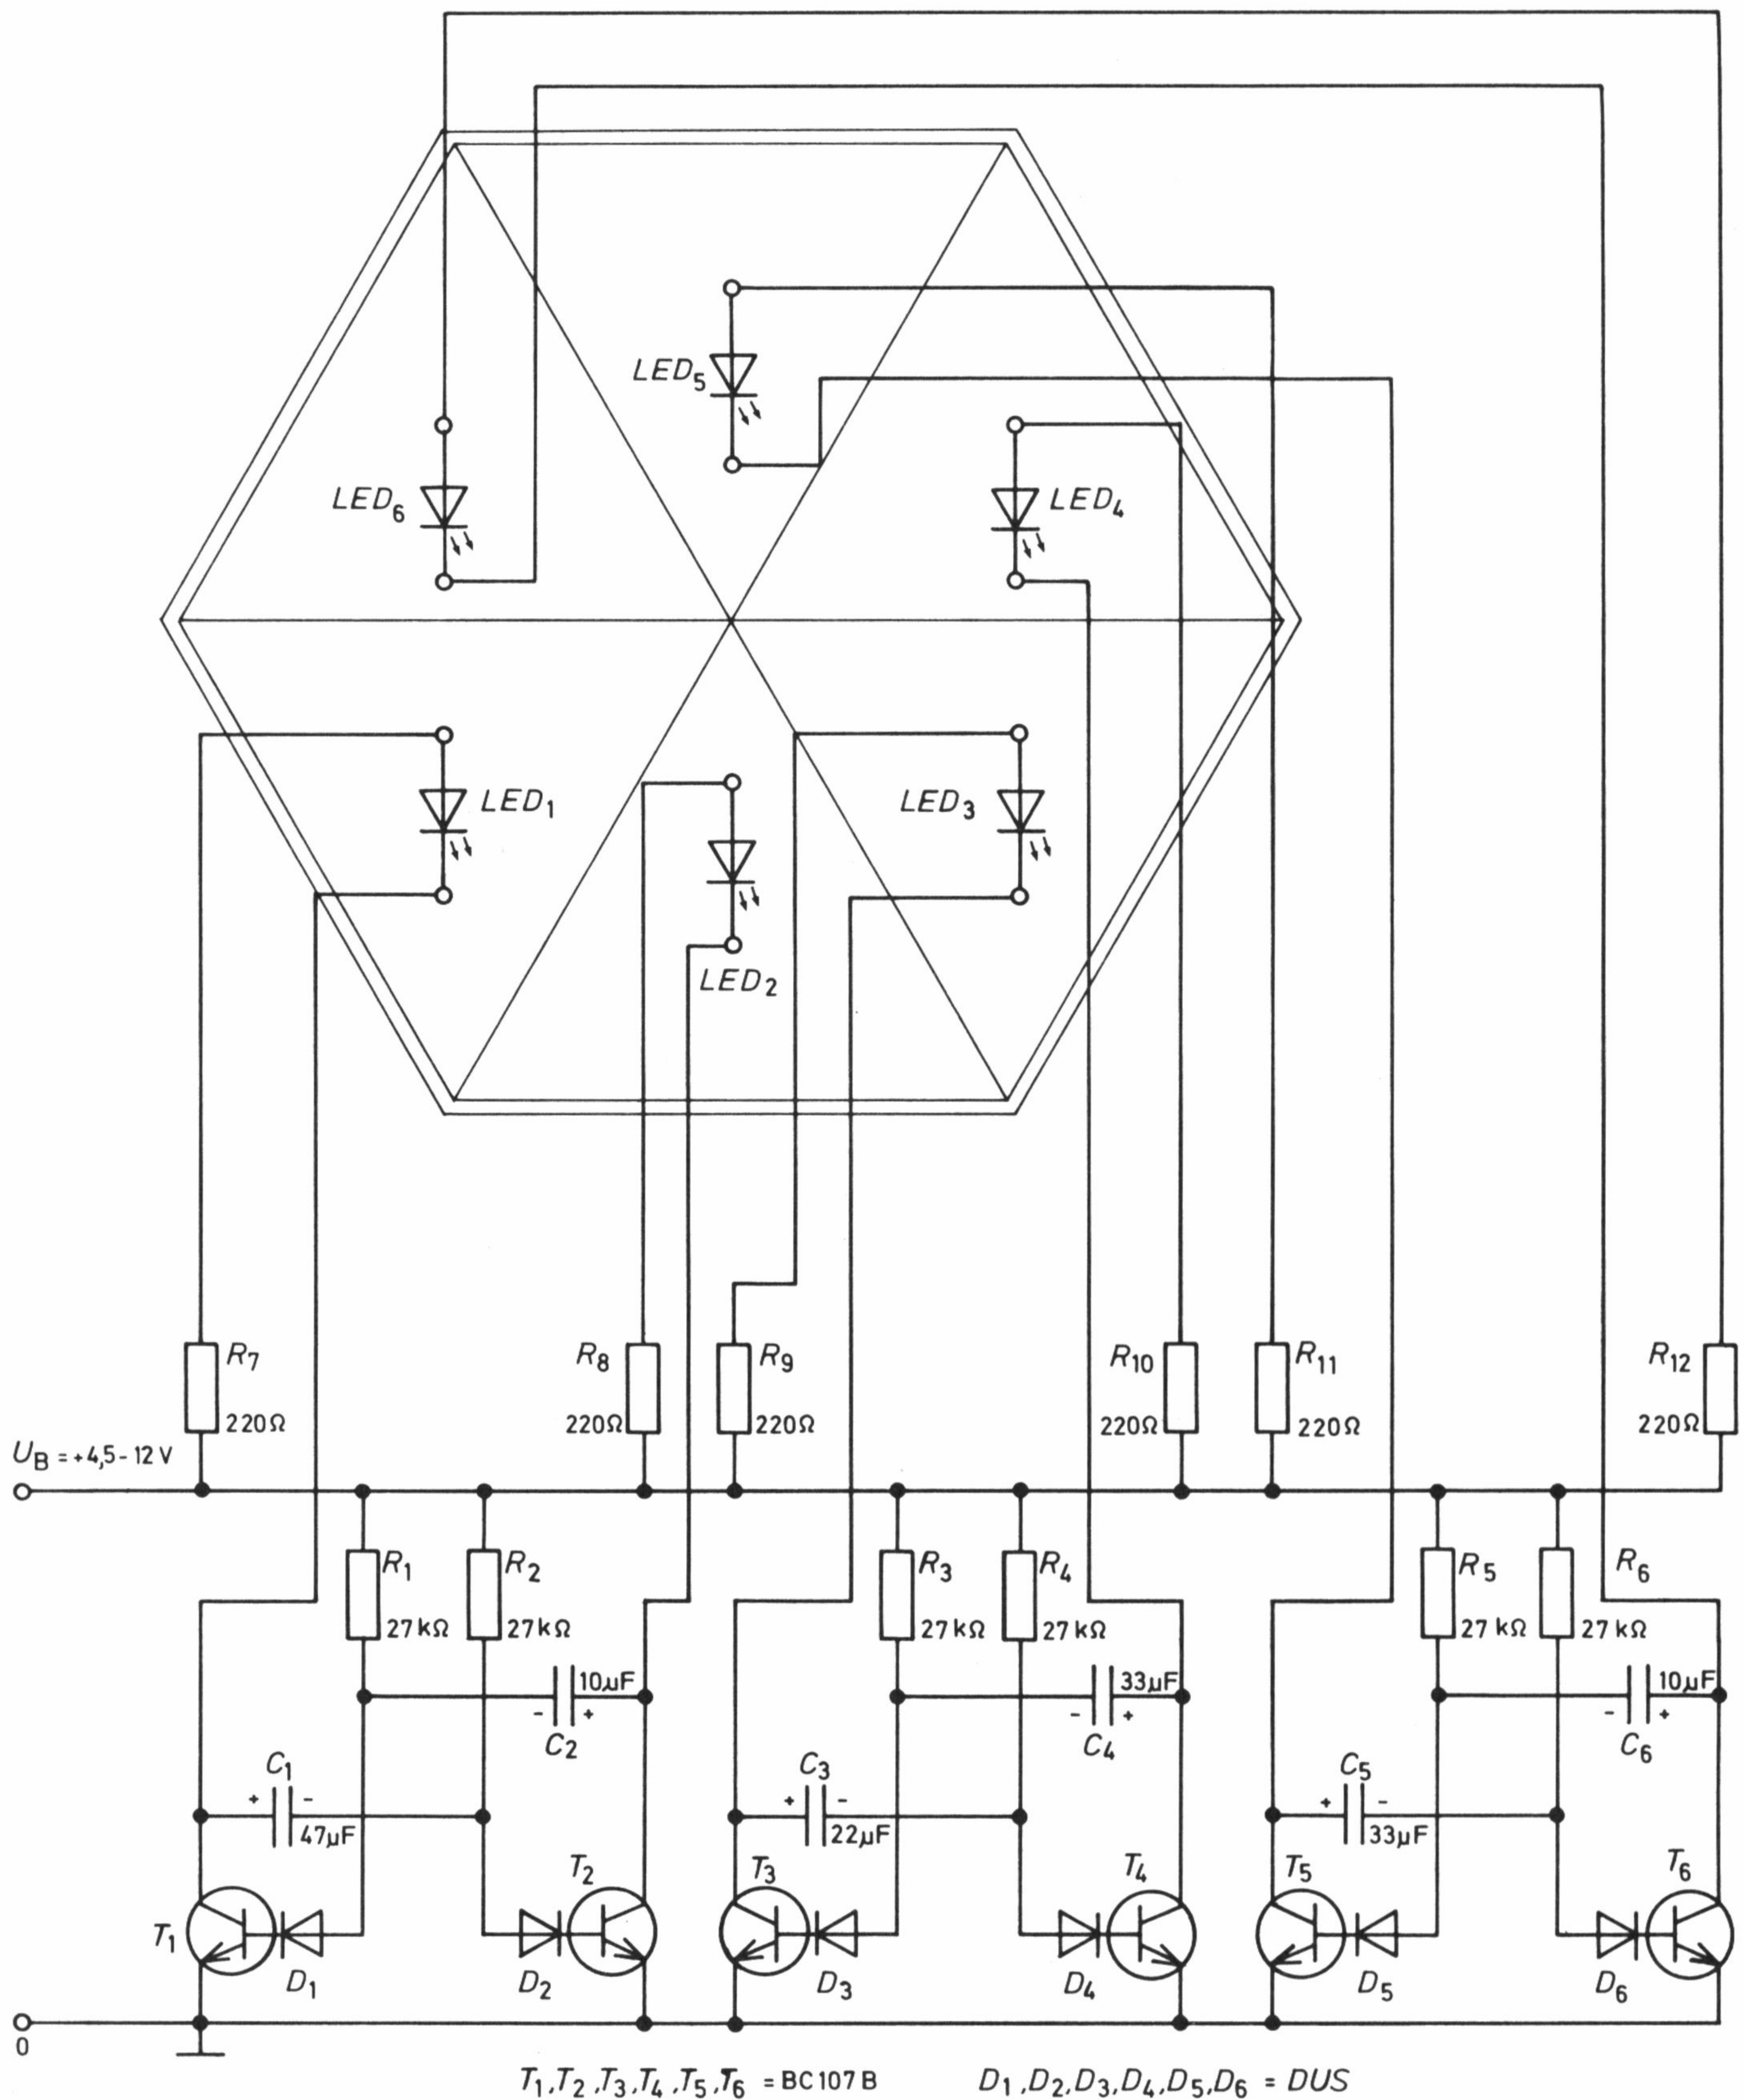

Bild 6.21b: Schaltplan „Elektronischer Raumschmuck“ mit Leuchtdioden.
*Bild 6.21b* zeigt Ihnen einen einfachen Raumschmuck: ein sechseckiges Feld mit je einer Leuchtdiode. In einer Variation können Sie auch einen entsprechenden sechseckigen Holzrahmen wählen, die Fläche wird in sechs Felder unterteilt, jedes Feld von einem 12-V/0,1-A-Glühlämpchen beleuchtet. Die farbliche Ausgestaltung von Deckgläsern oder Lämpchen sei Ihrer Phantasie überlassen. Bei der Verwendung von Glühlämpchen muß die Schaltung jedoch umdimensioniert werden (Transistoren für hohe Ströme, andere Widerstände).